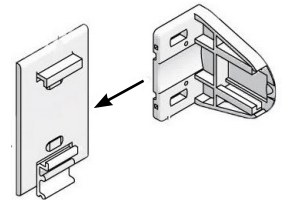

Рис.13
- 4.2. Вставить кронштейны MINI в платформы для скотча (Рис.13).